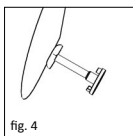

fig. 4
■ **fig. 4** Partea tip ștampilă a separatorului servește în cadrul măsurătorii la așezarea pe baza oscioarelor auditive. Partea în formă de taler este prevăzută pentru așezarea spre timpan. Grosimea grefei (ex. strat de cartilagi) care servește mai târziu drept căptușeală inferioară pe timpan, trebuie luată în considerare la calcularea lungimii protezei. Dacă s-a găsit lungimea optimă, se poate ajusta lungimea corespunzătoare pe proteza totală.
■ 图 4 在测量过程期间,筛选器的标记用来支撑镫骨踏板。板状部分的设计与鼓膜位置是相反的。移植物的厚度(例如,软骨片),当计算假体的长度时,过后使用线要把鼓膜计算在内。一旦决定了最佳长度,选择全部假体正确的长度。